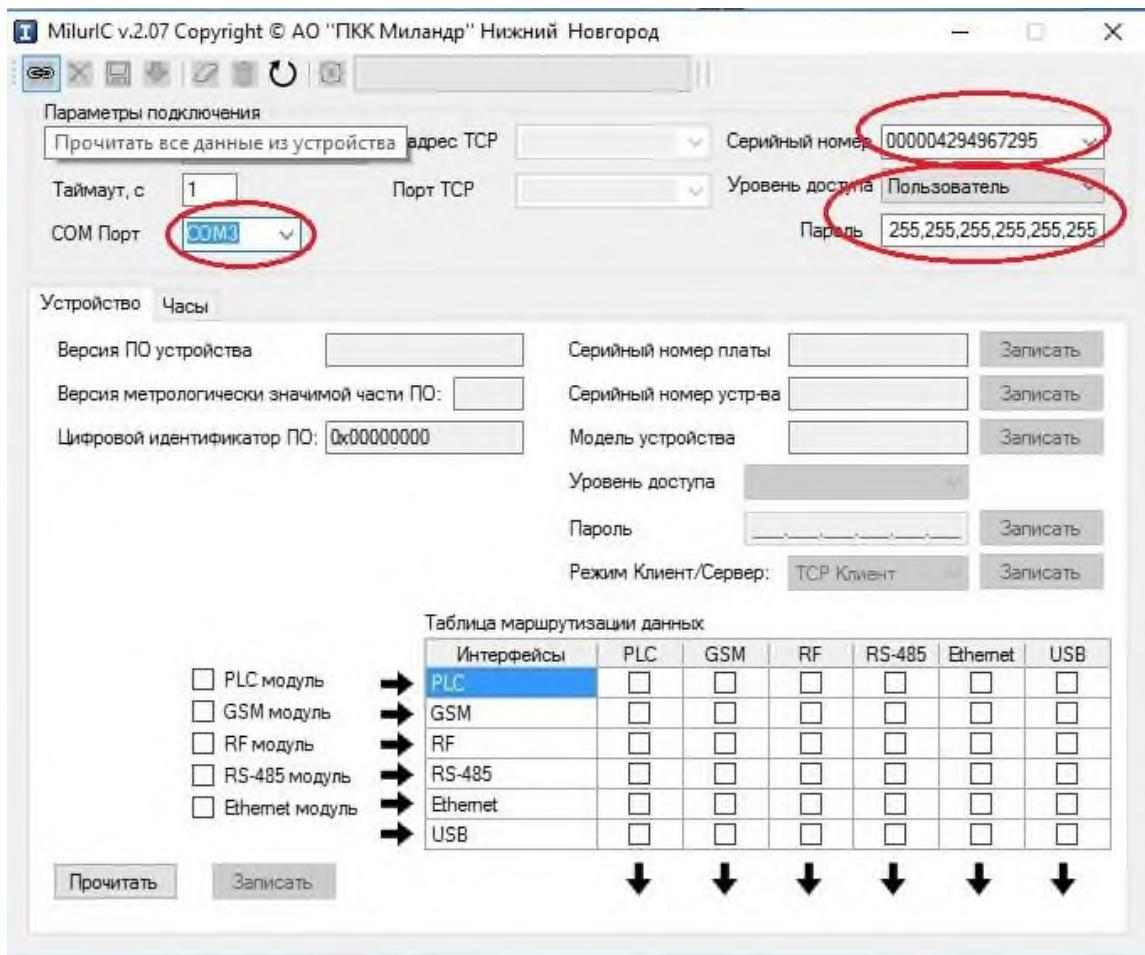

Рисунок 3 – Настройка параметров подключения к ПК
- В поле **СОМ порт** (рисунок 3) выбрать назначенный для устройства СОМ порт (**порт СОМ3**).